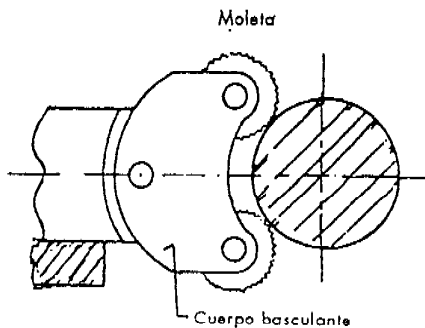

Figura 5
- a. La altura ( el moleteador deberá fijarse a la altura de eje de la pieza - Figura 5 ).